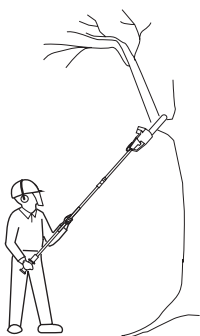

Fig. 33
1. Assurez-vous d'avoir retiré la protection du guide-chaîne (18) et mis le bloc-batterie en place (32) avant l'utilisation.
3. Tenez toujours fermement le produit à deux mains, l'une sur le revêtement souple (7a) et l'autre sur la poignée arrière (1). N'utilisez jamais ce produit à une seule main (Fig. 33).